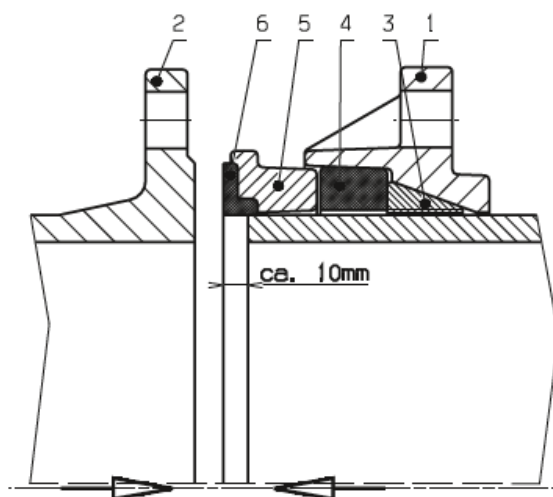

Abb. 1
1. Far passare sul tubo la flangia completa di anello di bloccaggio, manicotto e anello di serraggio (v. Fig. 1)